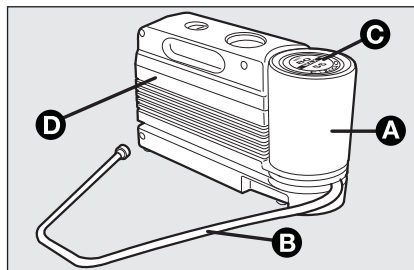

fig. 11
Il kit **fig. 11** comprende:
- ☐ un compressore **D-fig. 11** completo di manometro e raccordi, reperibile nel vano;